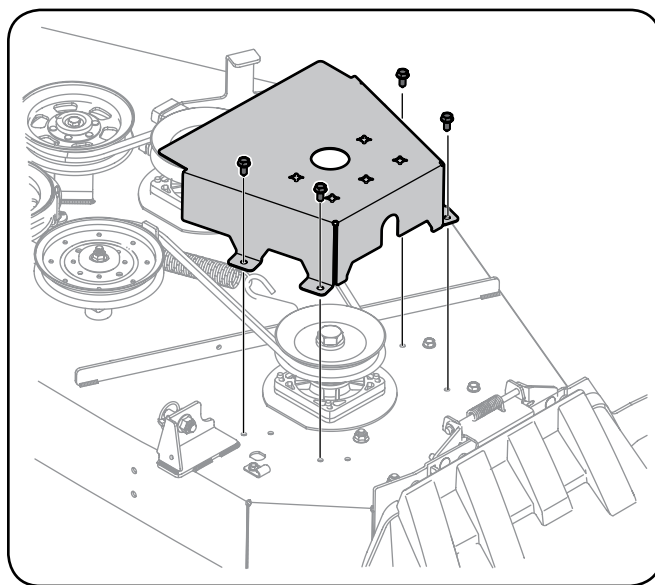

Figura 40
- Retire los tornillos de arandela hexagonal que sujetan las cubiertas de las correas a la plataforma. Vea la Figura 40.
5. Instale la nueva correa alrededor de las poleas del husillo tal como se muestra y reinstale las cubiertas de las correas. Vea la Figura 40.